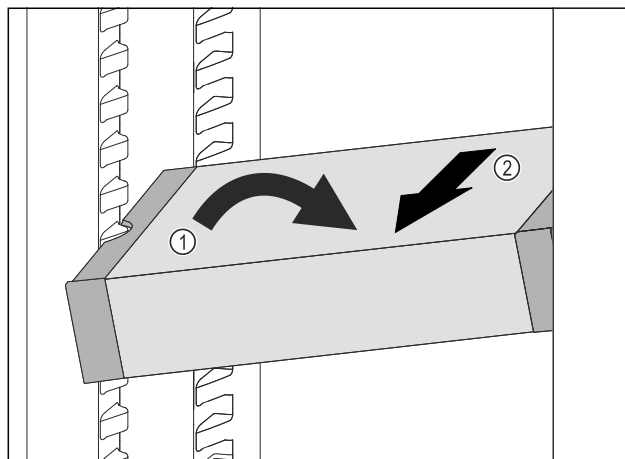

Fig. 128
- VarioSafe postavte v chladničce šikmo. Fig. 128 (1)
- VarioSafe odeberte směrem dopředu. Fig. 128 (2)